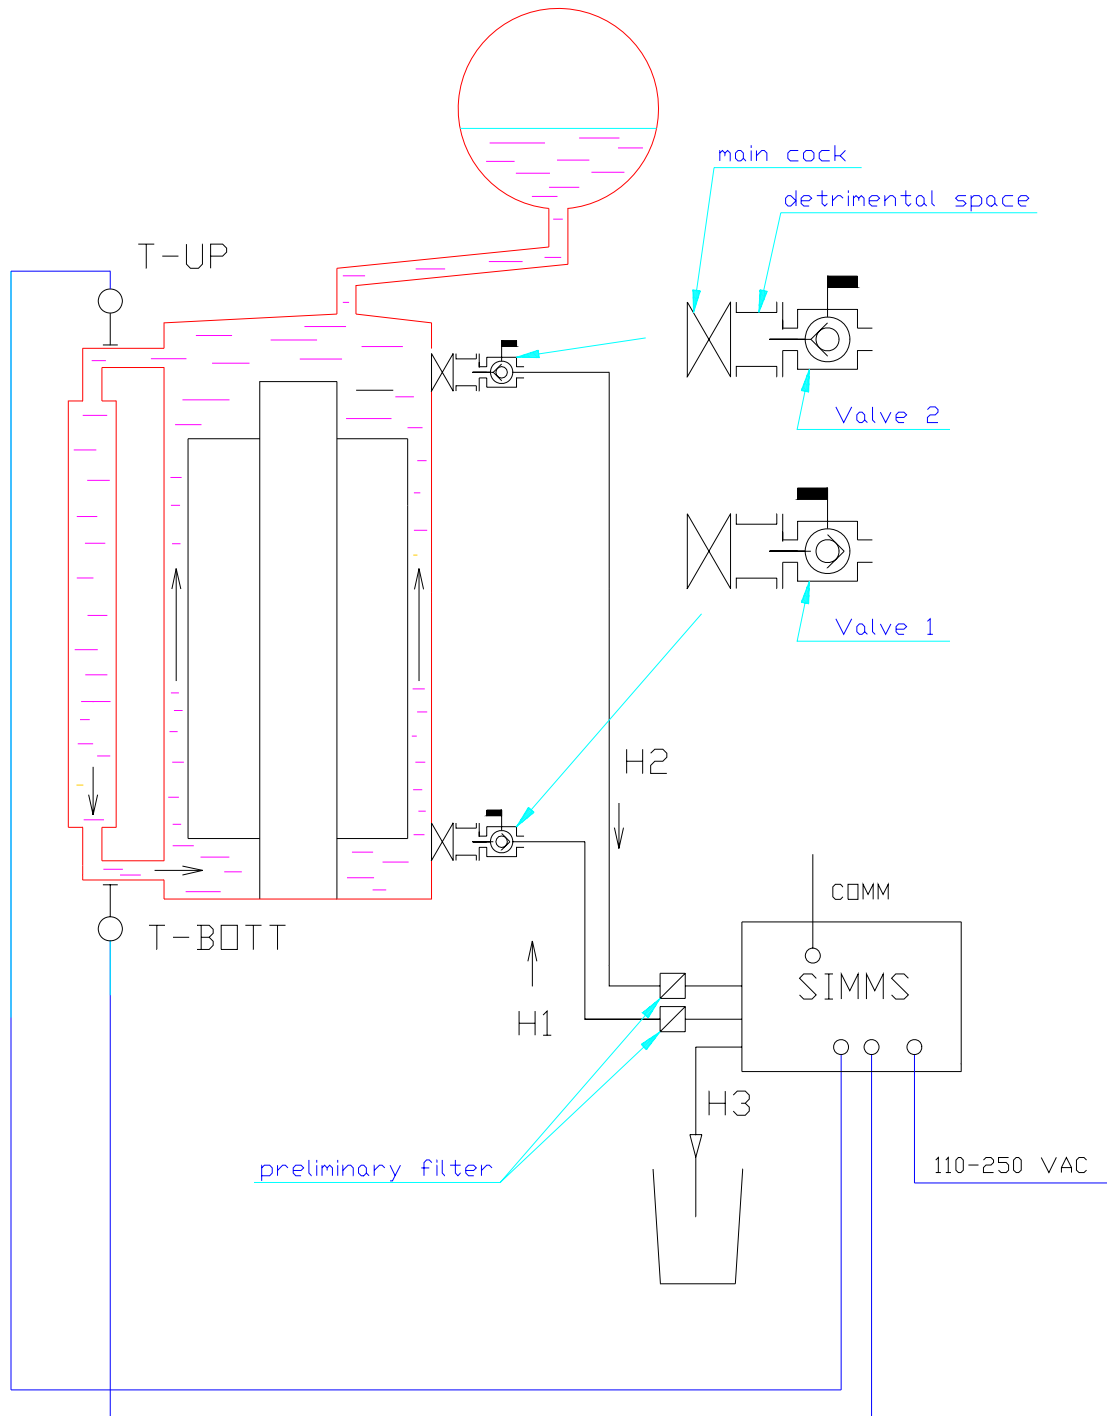

Bild 4 Schaltdiagramm **SIMMS 2P DU** – Strömungsrichtung des Öls von oben nach unten
- Falls die Probenentnahmepunkte nicht direkt mit der Ölfüllung verbunden sind (zwischen Entnahmepunkt und Ölfüllung existiert ein „schädlicher“ Raum, z.B. der Raum zwischen Schieber und dem Blindflansch des Filterpressventils – siehe Bild 4) – benutzen Sie stets die komplette Prozedur , die eine Evakuierung dieses schädlichen Raumes ermöglicht.
- Bringen Sie das **Ventil 2** am ersten **Hauptahn** an (d.h. an das obere Filter-Druckventil oder den oberen Proben-Entnahmehahn siehe Bild 4) des Transformators, und verbinden Sie es mit dem Schlauch H2, das andere Ende des Schlauchs H2 verbinden Sie mit dem **Vorschaltfilter** des ersten hydraulischen Anschlusses der SIMMS-Einheit.
- Schließen Sie SIMMS an den Lap Top an. (Siehe Bild 4.).
Bem.: Die Installationsprozedur ist dieselbe bei **SIMMS – 2P DU** (Richtung des Ölstromes von unten nach oben, **Down – Up**), und bei **SIMMS – 2P UD** (Richtung des Ölstromes von oben nach unten, **Up – Down**) – mit Ausnahme der Situierung der beiden Ventile 1 und 2 – siehe Bild 4.
Das Öffnen des **Probenentnahmehahns** (siehe Bild. 4) verbindet SIMMS mit dem potentiellen **schädlichen Raum** zwischen dem **Hauptahn** und dem **Probenentnahmehahn**.